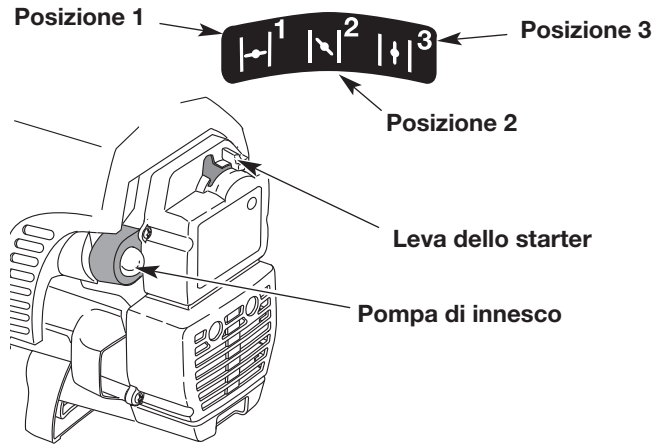

Fig. 11
4. Premere e rilasciare da 10 volte la pompa di innesco, lentamente e completamente. Il carburante deve essere visibile nella pompa (Fig. 11), in caso contrario, premere ancora tre volte fino a quando non appare.
5. Porre la leva dello starter in posizione 1 (Fig. 11).
8. Porre la leva dello starter in posizione 2 (Fig. 11).
11. Lasciare scaldare il motore per 5/10 secondi. Porre la leva dello starter in posizione 3 (Fig. 11).